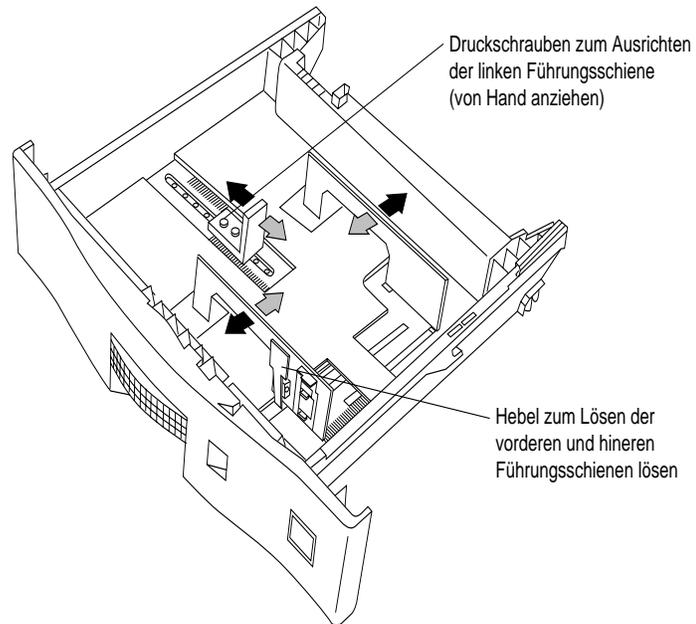

Abbildung 4-50 Papierführungen anpassen
5. Verschieben Sie die Papierführungen wie erforderlich (siehe Abbildung 4-50).